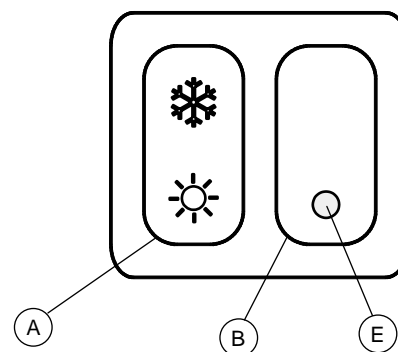

Figura 1 – COMANDO A TERRA
4. Portare il tasto A estate/inverno sulla posizione inverno ❄️ (Figura 1)
7. In caso contrario, la centralina di controllo manda in blocco l'apparecchio accendendo la spia E di blocco sul pulsante B di reset (vedi Figura 1).